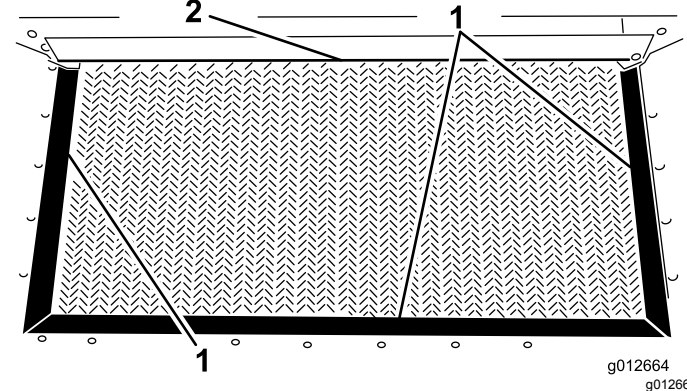

图22
- 3. 检查料斗密封件和放料门边缘是否磨损或损坏 图22。